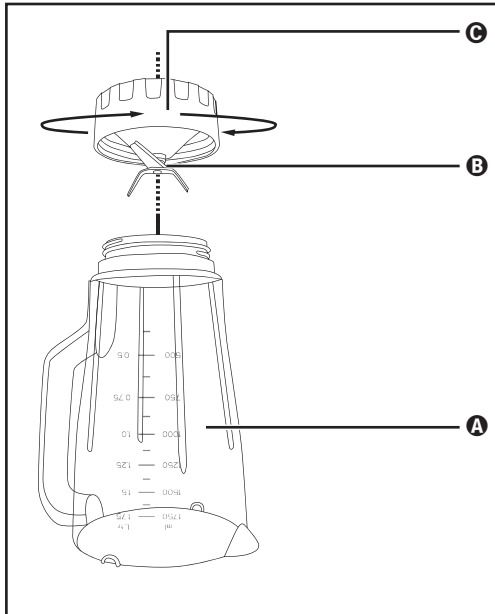

Fig. 3
- 2) Renversez l'appareil et tournez la pièce en plastique inférieure **C** du bol mixeur **3** dans le sens antihoraire afin qu'elle se détache de la pièce en plastique supérieure **A** du bol mixeur **3** (voir fig. 3).